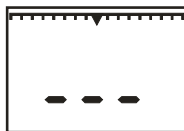

Рисунок 9.1
9.4 Включение газоанализатора осуществляется нажатием кнопки "ВКЛ". После включения газоанализатора должен быть слышен звук работающего микронасоса. При этом на цифровом индикаторе газоанализатора отображается надпись "- - - -" и включается постоянный звуковой сигнал (рисунок 9.1). Кнопку "ВКЛ" необходимо удерживать до отключения постоянного звукового сигнала (приблизительно 3 секунды).